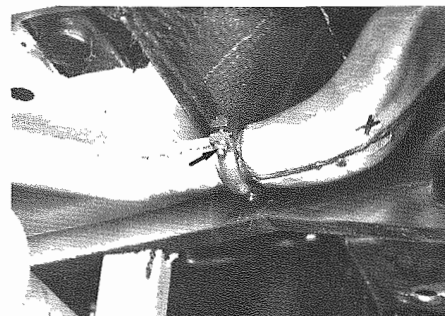

Fig. 2 - Fascetta
- Smontare la fascetta fissaggio tubi al silenziatore laterale (**Fig. 2**).
- Smontare la fascetta fissaggio tubi al silenziatore (**Fig. 2**).
- Remove the clamp fixing the pipes to the side muffler (**Fig. 2**).
- Remove clamp fixing the pipes to muffler (**Fig. 2**).